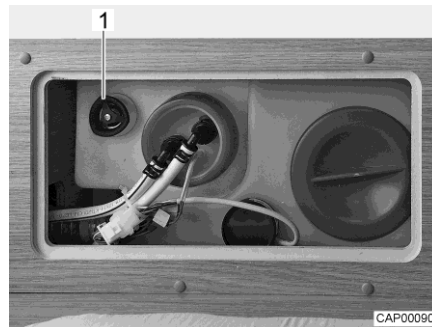

Fig. 119 Serbatoio dell'acqua con maniglia girevole
- Sul serbatoio dell'acqua ruotare la maniglia girevole (Fig. 119,1) in senso antiorario, oltre la resistenza verso l'esterno fino all'arresto, per aprire completamente l'apertura di scarico.